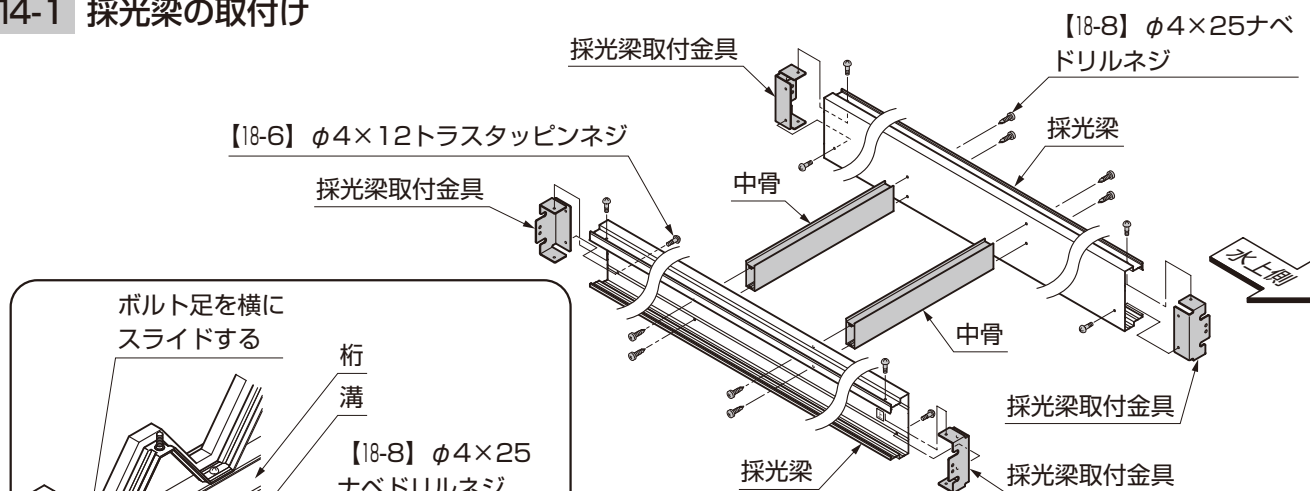

図14-1
- ①採光梁に【18-6】で採光梁取付金具を取付けてください。(図14-1参照)
- ②中骨を採光梁に【18-8】で取付けてください。(図14-1参照)